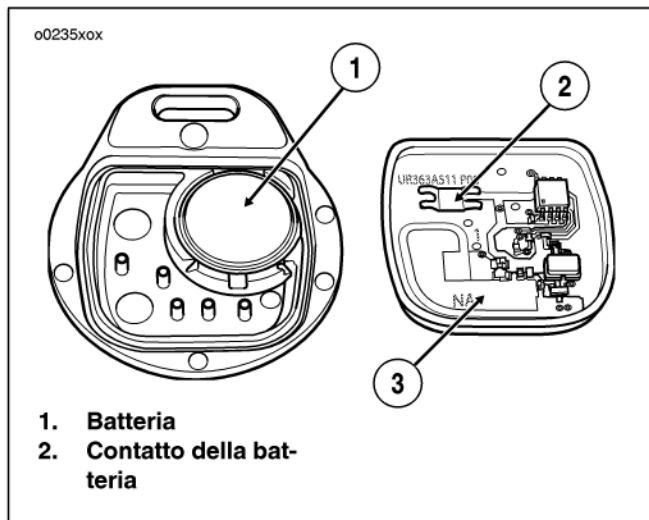

Figura 41. Vano aperto del portachiavi elettronico (lato posteriore)
2. Vedere la Figura 41. Estrarre la vecchia batteria e **disfarsene**.